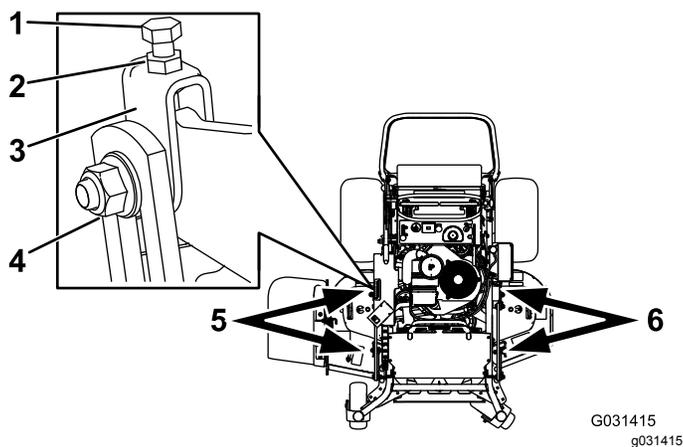

Рисунок 85
1. Ослабьте затяжку боковой гайки и контргайки в вилках, которые вы хотите отрегулировать (Рисунок 85).
- Для регулировки высоты деки газонокосилки поверните верхние болты вилок (Рисунок 85).